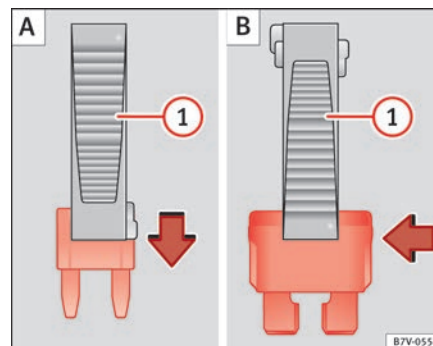

Abb. 202 Sicherung entnehmen oder einsetzen.
- Bei *kleinen Sicherungen* Klammer von oben aufstecken ⇒ Abb. 202 (A).
- Bei *größeren Sicherungen* Klammer seitlich auf die Sicherung schieben (B).